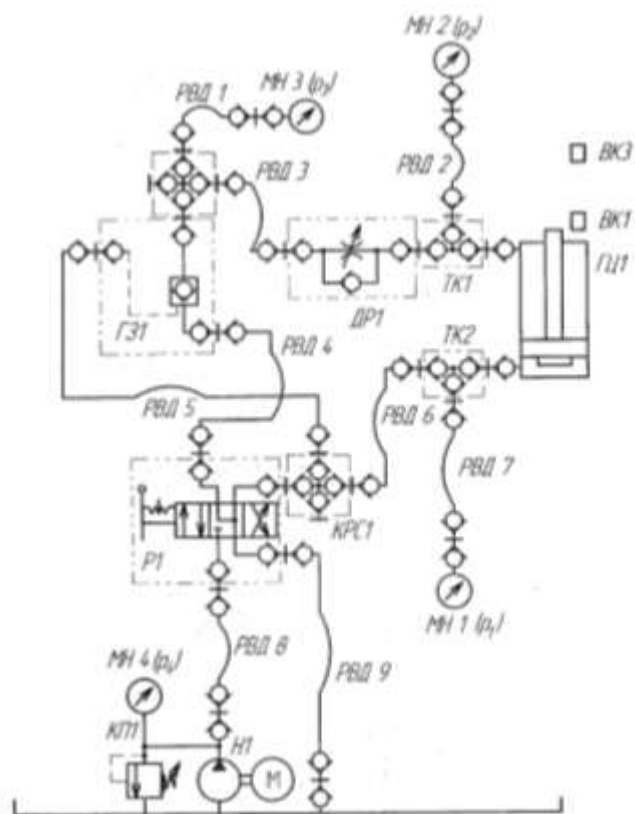

Рисунок 17 – схема гидравлическая
Собрать схему рис.17.
1. Выполнить чертеж схемы рис.17, 18 и проставить буквенно-цифровое обозначение.
2. Составить схему потоков для рис. 17, 18.
3. Составить циклограммы для рис. 17, 18.